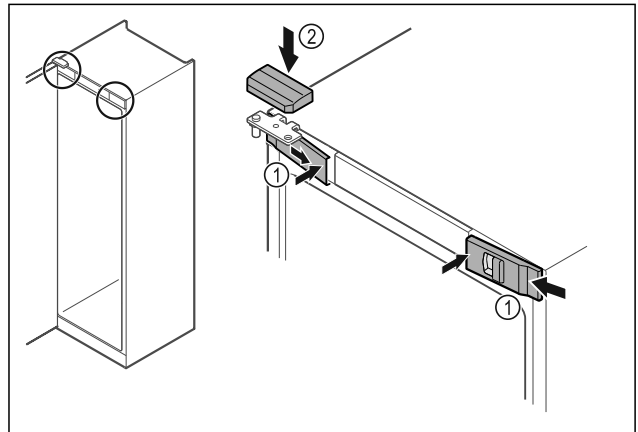

Fig. 51
- ▶ Akassza be oldalt az előlső burkolatokat Fig. 51 (1), és belül pattintsa be.
- ▶ Felülről pattintsa be a felső burkolatot Fig. 51 (2).